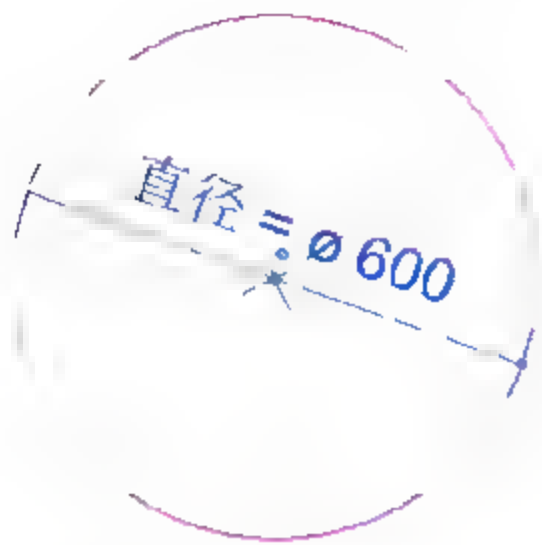
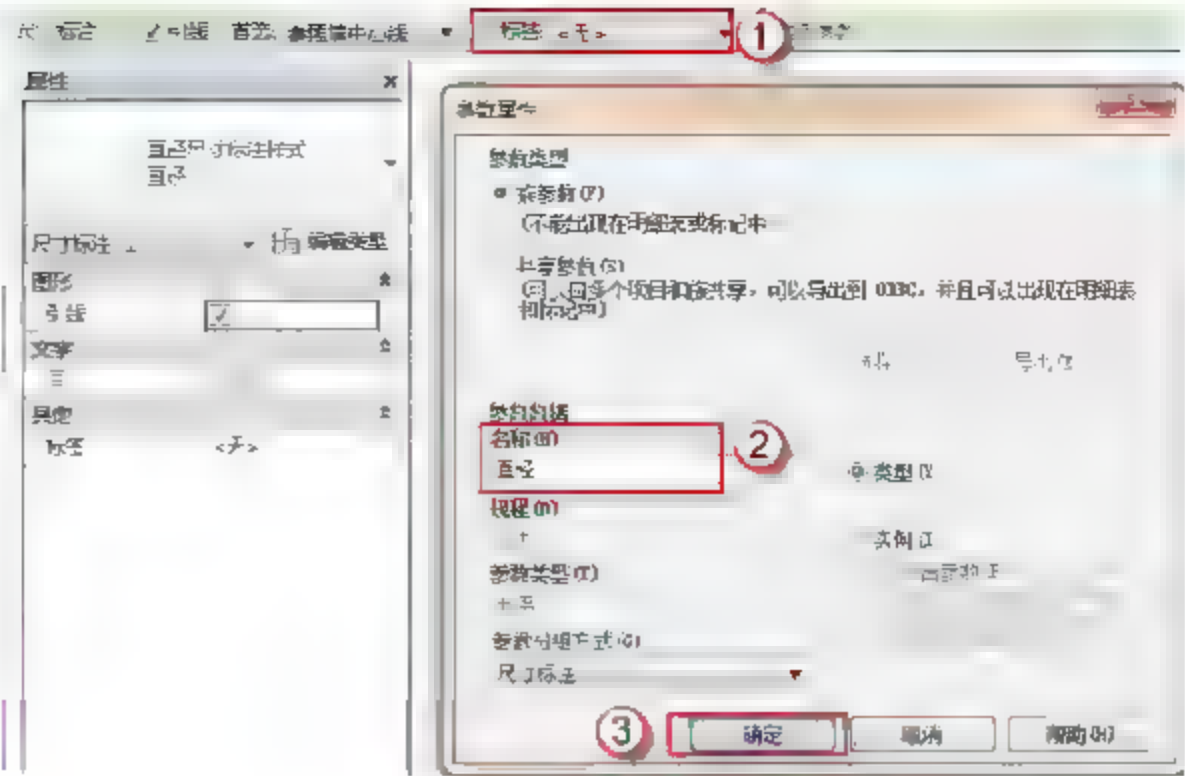

图 2.2.5 标注桩径
图 2.2.6 添加直径参数
(4) 同样对桩直径进行编辑。选择“楼层平面”→“参照标高”命令，在“修改/尺寸标注”选项卡下，双击桩截面，选择“注释”→“直径”命令，标注桩直径，如图 2.2.5 所示。单击尺寸标注，选择“标签”下的“添加参数”，在弹出的“参数属性”对话框中，在“名称”栏中输入“直径”，单击“确定”按钮，如图 2.2.6 所示。